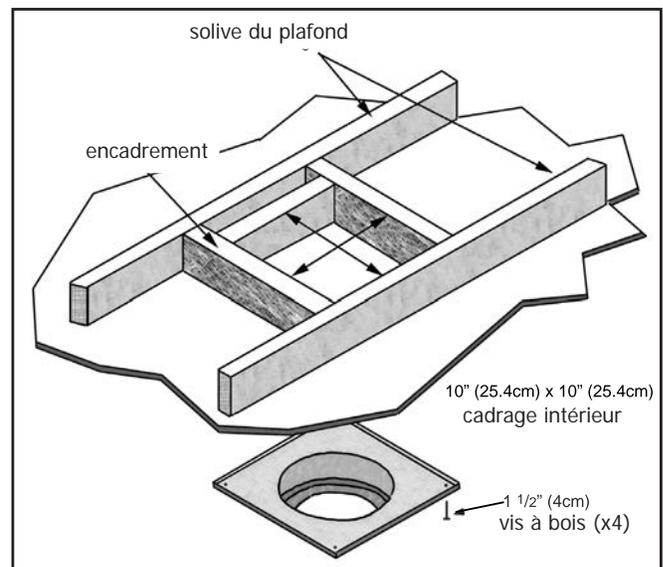
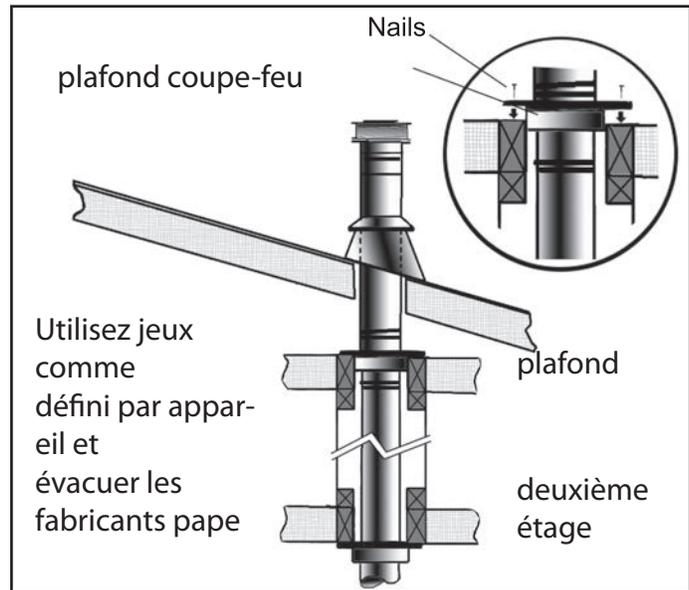

Figure 29: Encadrement mural pour trou pour installation verticale.
Figure 33: Installation de tuyaux d'évent à plusieurs étages.
3. Pour installer la boîte de support ronde/coupe murale dans un plafond plat, coupez un trou carré de 10 po dans le plafond, centré dans le trou percé à l'étape 2. Encadrez le trou comme illustré à la Figure 29.
- (c) Pour les installations à plusieurs étages. Un coupe-feu de plafond est requis au deuxième étage et à tous les étages suivants (voir la Figure 33). L'ouverture doit être encadrée à des dimensions intérieures de 10 po (25,4 cm) x 10 po (25,4 cm), de la même manière qu'illustré à la Figure 29.